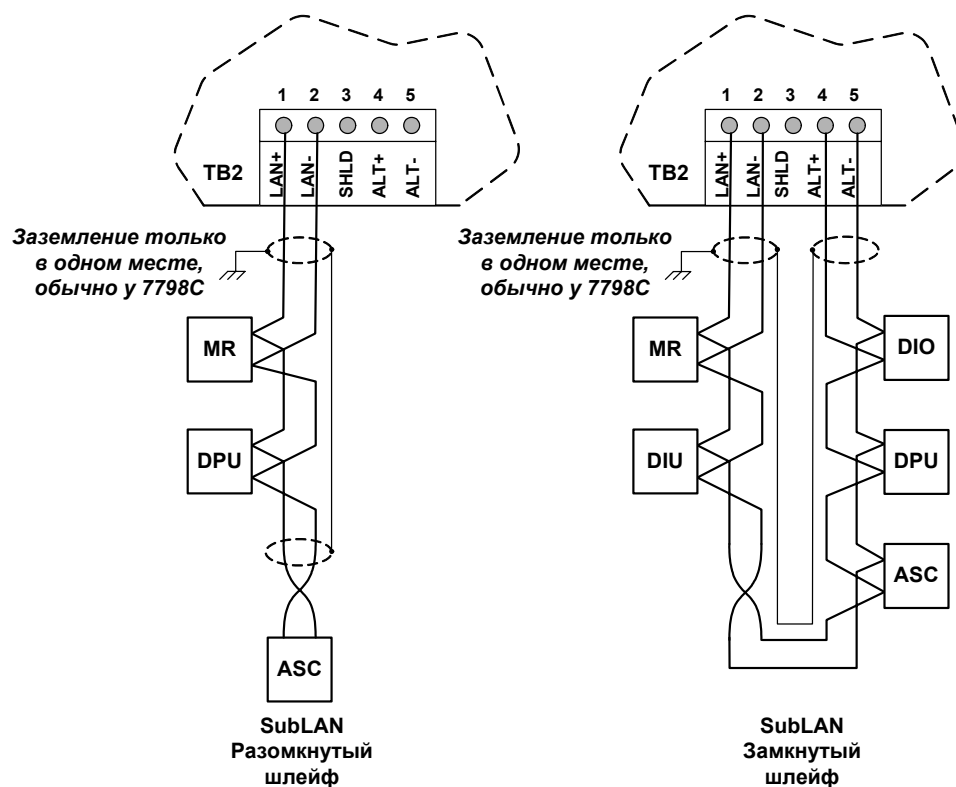

Рис.4. Подключение к подсети модулей
Подсеть модулей контроллера 7798С может объединять до 32 модулей MR, DPU, ASC или любую их комбинацию (см. Рис. 4). 5-контактный терминальный блок
- ◆ Подключите проводник экрана непосредственно к электрической земле только на одном конце кабеля (обычно у 7798С). См. Рис. 4 на стр. 8.